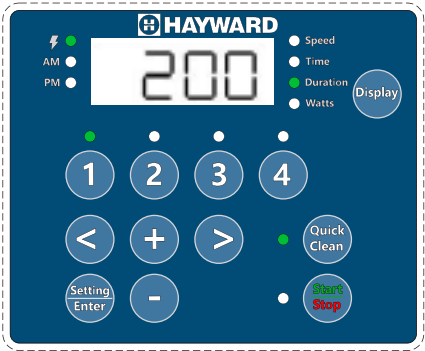

Figure 7
4. Appuyez sur la touche « Quick Clean » de nettoyage rapide. La durée du nettoyage rapide s'affiche. Le voyant du paramètre « Durée » clignote pendant la modification. **Voir la figure 7.**